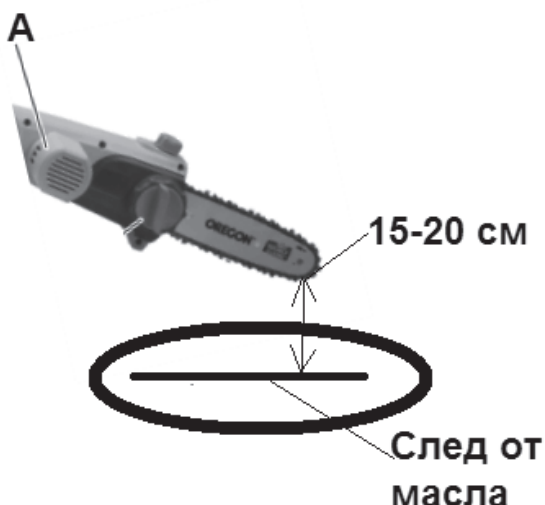

Рис.5
1. Для проверки расположите шину над чистой светлой поверхностью на расстоянии примерно 15-20см (Рис.5А).
2. Нажмите на рычаг включения и дайте двигателю поработать примерно 10-15 секунд. Под шиной должен остаться четкий след от масла (Рис.5).